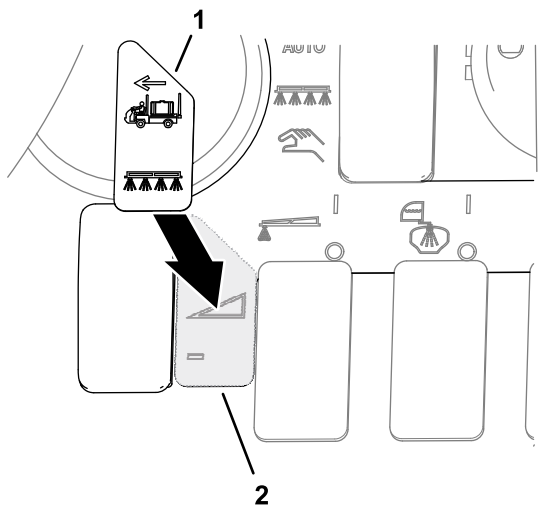

Figura 78
4. Aplique la pegatina de transporte sobre la pegatina del salpicadero, como se muestra en la Figura 78.